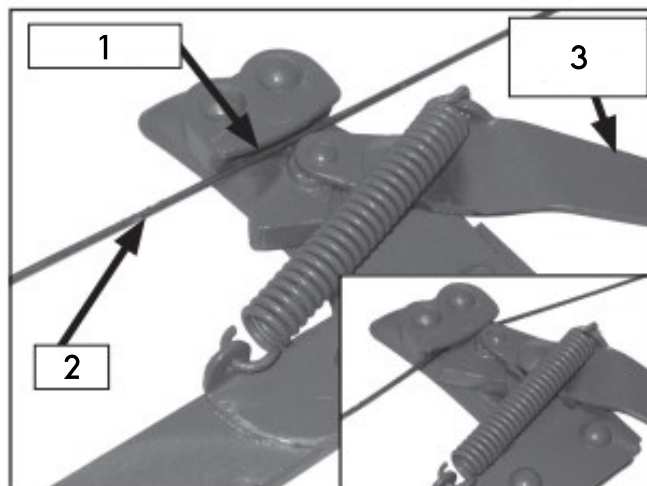

Abbildung 2
1. Öffnen Sie die Backen mithilfe des Klemmbackenhebels und führen Sie den Draht wie dargestellt ein (Abb. 2).
- Schließen Sie die Klemmbacke, um den Zaundraht festzumachen (Abb. 2). Vergewissern Sie sich, dass der Draht sicher eingeklemmt ist, indem Sie ihn aus dem Gehäuse des Zaunspanners herausziehen. Wenn der Draht nicht fest sitzt und durch die Klemmbacke gleitet, erzeugen Sie mit dem Klemmbackenhebel zusätzliche Klemmkraft.